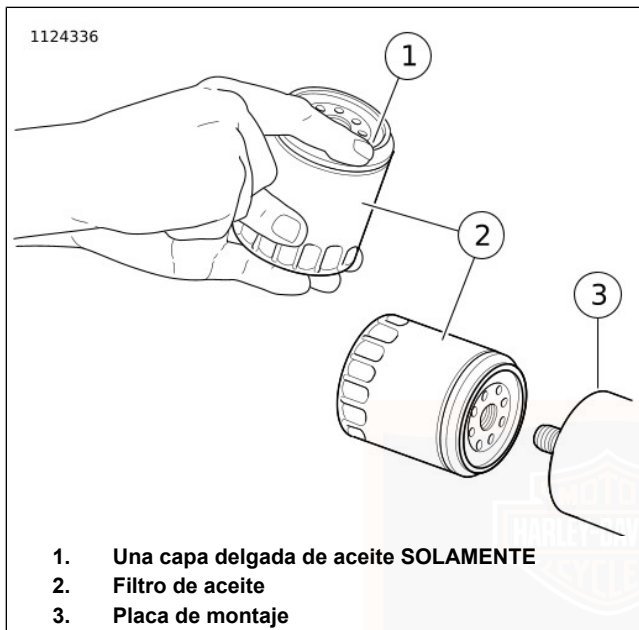

Figura 49. Aplicación de una capa delgada de aceite
7. Vea Figura 49. Lubrique la junta con aceite limpio de motor. Instale un **nuevo** filtro de aceite en el soporte del filtro. Con la mano, apriete el filtro de aceite de media a tres cuartos de vuelta después del primer contacto de la junta con la superficie de montaje del filtro. NO use una llave para filtro de aceite para la instalación.